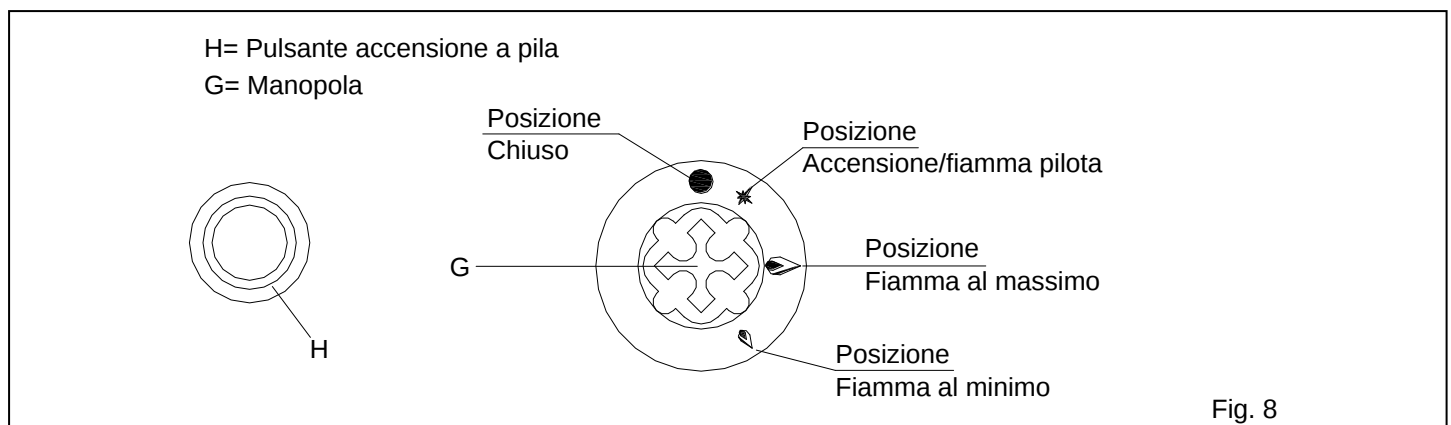

Fig. 8
6.2 Accensione della fiamma pilota (Fig. 8)